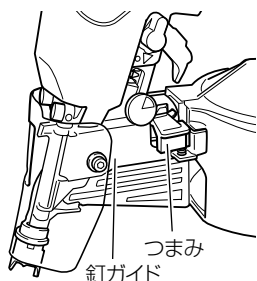

図 31
- つまみの摺動部はときどき掃除し、付属の油を注油してください。(図 31)